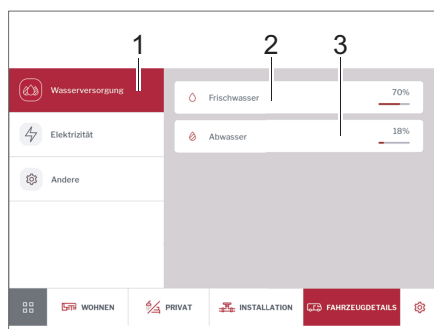

Fig. 289 Alimentation en eau
- Appuyer sur la touche *Alimentation en eau* (Fig. 289,1). Les niveaux de remplissage du module d'eau fraîche (Fig. 289,2) et du réservoir d'eaux usées (Fig. 289,3) sont affichés en %.